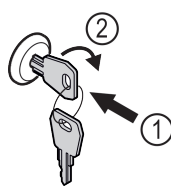

Fig. 144 Ilustratīvs attēlojums
- Iespiediet atslēgu Fig. 144 (1).
- Grieziet atslēgu par 90° pulksteņrādītāja virzienā Fig. 144 (2).